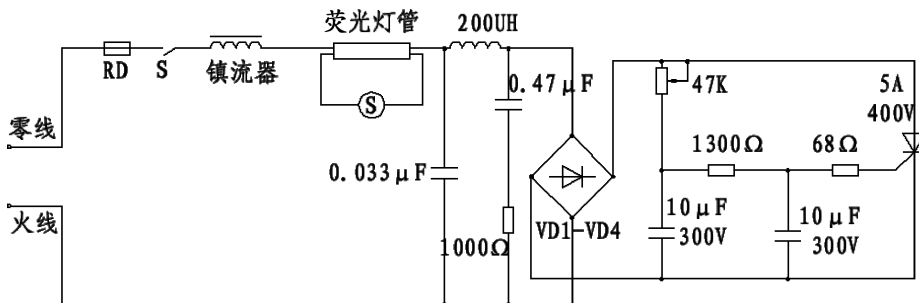

图 15-113 添加文字和注释
(2) 在“字体名”下拉列表框中选择“仿宋_GB2312”选项，设置“高度”为“7”，“宽度因子”为“1”，“倾斜角度”为默认值“0”；将“注释”样式置为当前文字样式，单击“应用”按钮。
(3) 单击“默认”选项卡“注释”面板中的“多行文字”按钮，在需要注释的地方画定一个矩形框，弹出“文字格式”工具栏。
(4) 选择“注释”作为文字样式，根据需要可以调整文字的高度，还可以选择“左对齐”“居中”和“右对齐”等选项调整文字的位置，结果如图 15-113 所示。